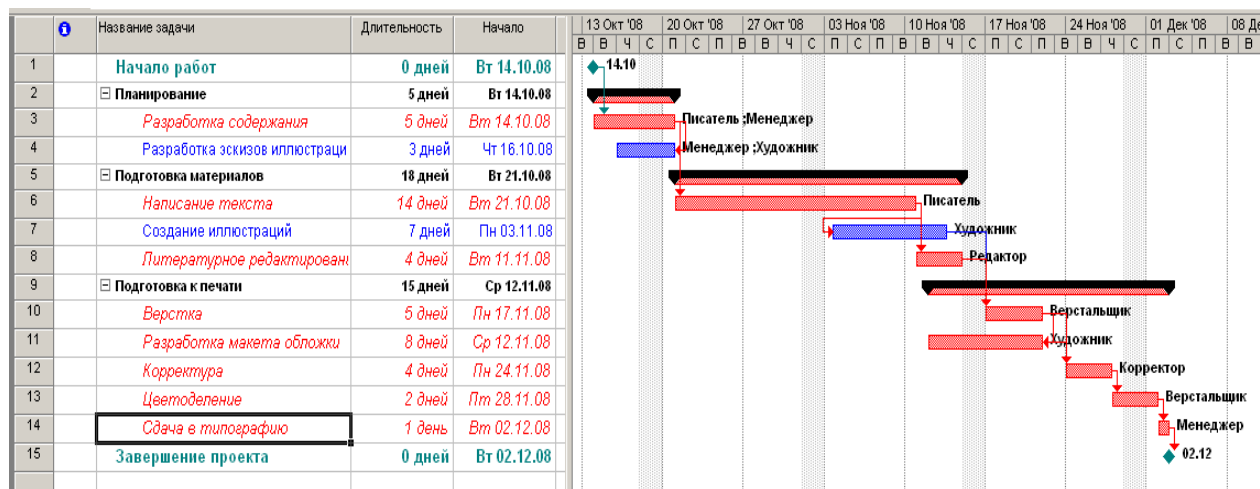

Рис. 2.36. Диаграмма после назначения ресурсов
- Когда всем видам работ ресурсы будут назначены, нажатием кнопки **Close** (Заккрыть) закройте диалог **Assign Resources** (Назначить ресурсы). Диаграмма примет вид, как на рис. 2.36.